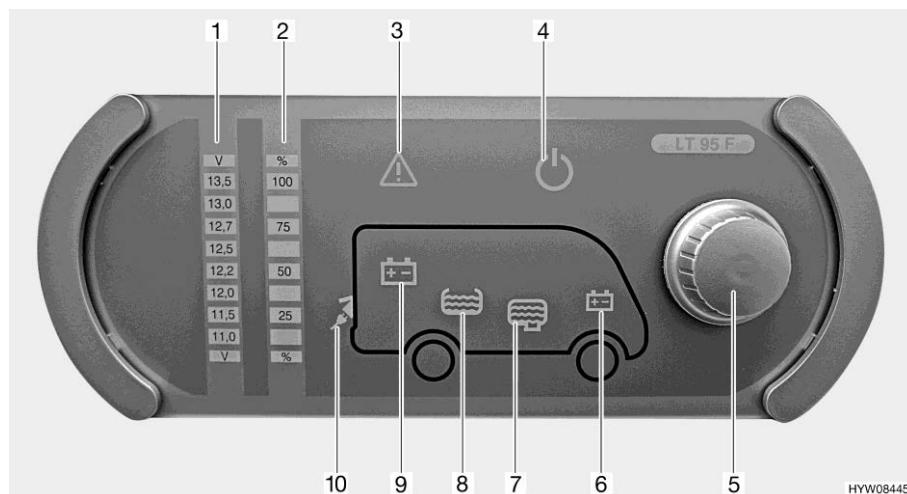

Fig. 123 Pannello di controllo (LT 95)
Il pulsante a rotazione (Fig. 123,5) inserisce o disinserisce il pannello di controllo e l'alimentazione a 12 V dell'abitacolo.
- Premere il pulsante a rotazione (Fig. 123,5): L'alimentazione a 12 V dell'abitacolo è inserita. La spia di controllo a 12 V (Fig. 123,4) diventa verde.
- Premere il pulsante a rotazione (Fig. 123,5): L'alimentazione a 12 V dell'abitacolo è disinserita. La spia di controllo a 12 V (Fig. 123,4) si spegne.
Mediante il pulsante a rotazione (Fig. 123,5) si possono interrogare sia la tensione della batteria dell'abitacolo che la tensione della batteria di avviamento. La tensione viene visualizzata sulla scala indicatore per la tensione della batteria (Fig. 123,1).
- Ruotare il pulsante a rotazione (Fig. 123,5), finché si accende il simbolo della batteria della quale deve essere interrogata la tensione.
Viene indicata la tensione della batteria dell'abitacolo (Fig. 123,9)
Viene indicata la tensione della batteria di avviamento (Fig. 123,6)
- Leggere la tensione sulla scala indicatore della tensione della batteria (Fig. 123,1).
Mediante il pulsante a rotazione (Fig. 123,5) si possono interrogare sia il livello del serbatoio dell'acqua che il livello del serbatoio delle acque grigie. Il livello viene visualizzato sulla scala indicatore livello dei serbatoi (Fig. 123,2).
- Ruotare il pulsante a rotazione (Fig. 123,5), finché si accende il simbolo del serbatoio del quale deve essere interrogato il livello.
Viene indicato il livello del serbatoio dell'acqua (Fig. 123,8)
Viene indicato il livello del serbatoio delle acque grigie (Fig. 123,7)
- Leggere il livello sulla scala indicatore del livello serbatoio (Fig. 123,2).
La spia luminosa Alarm (Fig. 123,3) lampeggia non appena i valori limite fissati vengono superati per eccesso o per difetto.
La spia luminosa Alarm (Fig. 123,3) lampeggia non appena la tensione della batteria scende al di sotto di 11 V. Se l'alimentazione a 12 V è accesa, si accende anche il relativo simbolo della batteria (Fig. 123,6 o 9), e l'indicatore "11,0" sulla scala indicatore della tensione della batteria (Fig. 123,1) lampeggi. Rischio di uno scaricamento totale della batteria.
La spia luminosa Alarm (Fig. 123,3) lampeggia ed il relativo simbolo del serbatoio (Fig. 123,7 o 8) si accende non appena il serbatoio dell'acqua è vuoto o il serbatoio delle acque grigie è pieno.
La spia di controllo a 230 V (Fig. 123,10) si accende quando all'ingresso della centralina elettrica è presente una tensione di rete.